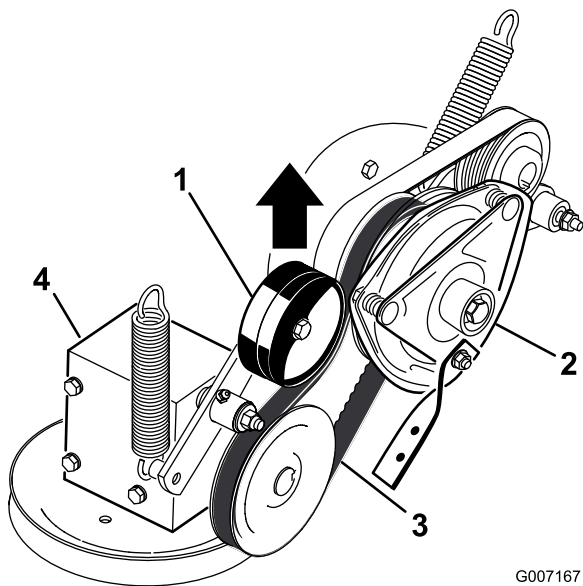

Figure 58
5. Tirez sur la poulie de tension rappelée par ressort de la courroie d'entraînement de PDF et déposez la courroie de la poulie d'embrayage (Figure 58).
17. Tirez sur la poulie de tension rappelée par ressort de la courroie d'entraînement de PDF et placez la courroie sur la poulie d'embrayage (Figure 58).